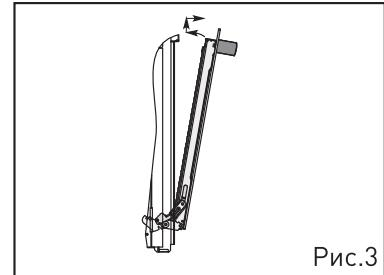

Рис.3
- Возмите дверцу за боковые стороны и потяните на себя и вверх, чтобы освободить нижние оси шарниров (Рис.3).